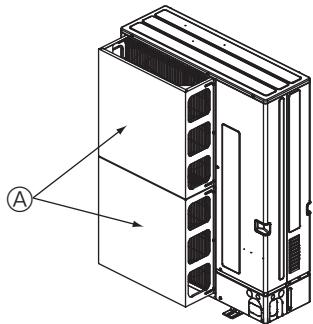
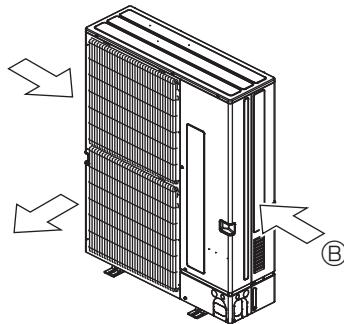

Fig. 2-16
Fig. 2-17
- ① Zainstalować opcjonalną kierownicę powietrza w przypadku, gdy jednostka zewnętrzna jest zainstalowana w miejscu, w którym silny wiatr, np. tajfun, może bezpośrednio działać na wylot powietrza. (Fig. 2-16).
② Kierownica powietrza
- ② Jeśli to możliwe, należy tak ustawić jednostkę zewnętrzną, aby kierunek wylotu powietrza był prostopadły do kierunku wiatru w danej porze roku. (Fig. 2-17).
③ Kierunek wiatru